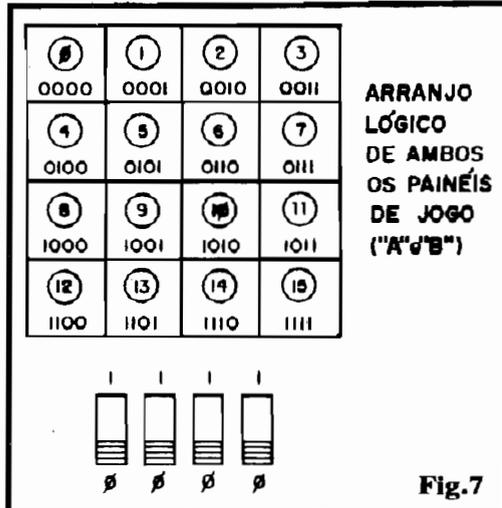
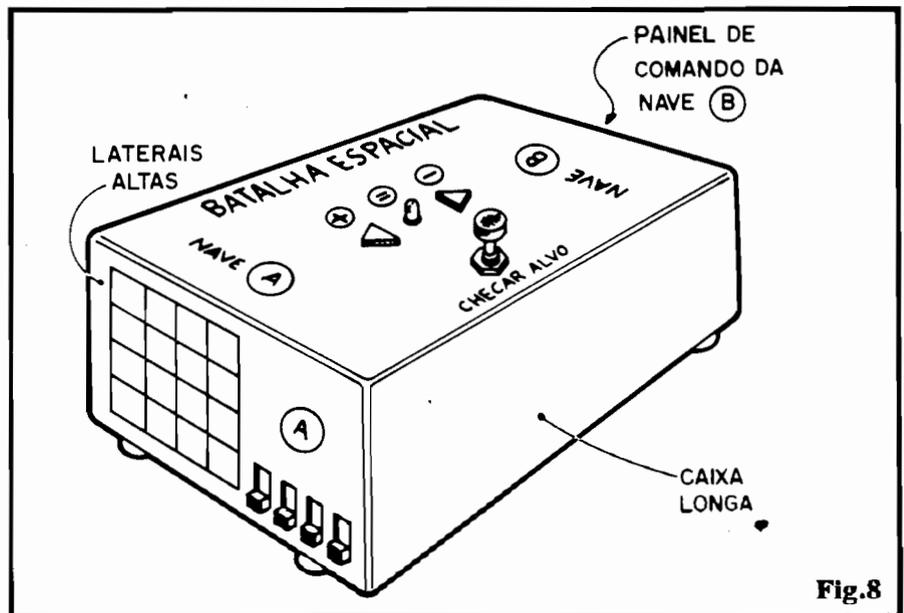
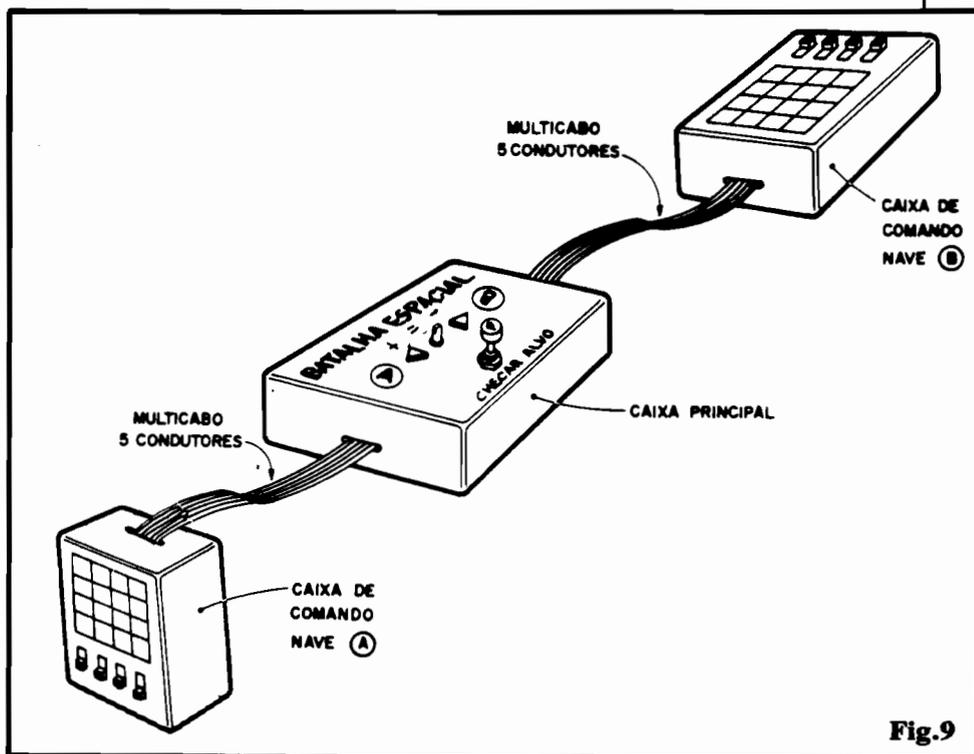
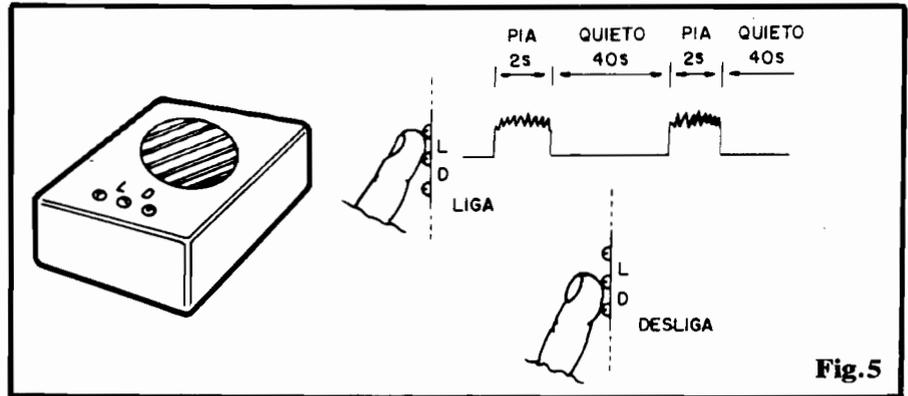

Fig.7
Fig.8
Fig.9
Fig. 5
- - Caixa (ou caixas...) para abrigar a montagem (ver sugestões e soluções mostradas nas figs. 8 e 9...).
- - Multicabo (5 condutores), necessário para algumas das opções de lay out final da montagem (ver fig. 9)
devem ser estabelecidos um padrão de 16 quadrantes, conforme ilustra a fig. 7, numerados (em decimal e em binário) de zero a 15. Logo abaixo do dito painel podem ficar os quatro interruptores correspondentes, com suas duas posições nitidamente codificadas com "0" e "1", de modo que seja fácil ao jogador referenciar a "criação" (através do posicionamento dos interruptores) do número binário correspondente ao quadrante escolhido (tanto para "esconder" a nave, quanto para "atingir com um disparo"...). É interessante notar que, após jogar algumas dezenas de partidas, o Leitor/Hobbysta já terá, intuitivamente, "decorado", a própria notação binária, o que lhe facilitará muito, no futuro, se resolver, "enveredar" pelos caminhos da Eletrônica Digital, Computação, etc., a nível de *soft ware*.
- FIG. 8 - SUGESTÃO SIMPLES PARA ACABAMENTO DO JOGO - A disposição mais elementar para a BATALHA ESPACIAL é a mostrada na ilustração: numa caixa retangular de convenientes dimensões, as duas laterais menores devem ser destinadas à aplicação dos painéis de jogo (ver fig. 7) e dos conjuntos de interruptores correspondentes aos dois jogadores ("A" e "B"). No painel principal (face superior da caixa) podem ficar tanto o **push-button** de "CHECAR ALVO" quanto o conjunto de três LEDs indicadores da comparação de magnitude. Notem que **tudo** deve ser convenientemente demarcado, com caracteres adesivos ou transferíveis (painéis, interruptores, LEDs indicadores, etc.) de modo a promover claras identificações
- **FIG. 9 - VERSÃO MAIS SOFISTICADA PARA O ACABAMENTO** - Sempre tem os Hobbystas mais "caprichosos", que gostam de dar um "ar" profissional às suas montagens... Para esses, damos a sugestão da fig. 9, com os painéis de jogo destacados e individualizados, interligados à caixa "mãe" através de multicabos de 5 condutores (basta uma "olhada" mais atenta ao "chapeado" da fig. 5 para entender o **porquê** dos 5 condutores...). Nessa configuração, os painéis/interruptores individuais poderão ser acondicionados em caixinhas bem "maneiras" e elegantes, que ficam na mão do jogador... Circuito, pilhas, LEDs e **push-button** de "CHECAR ALVO", ficam na caixa principal (a disposição básica seria a mesma da fig. 8). Quem quiser "avançar" ainda mais na concepção prática do **lay out** do jogo, poderá até dotar os multicabos de conetores múltiplos, de modo que, ao guardar o conjunto, as "caixas de comando" da nave "A" e "B" possam ser completamente desligadas da "central", compactando o conjunto... Tais detalhes e sofisticacões, contudo, ficam por conta da habilidade, criatividade e gosto de cada Leitor...
- FIG. 5 - SUGESTÃO PARA ACABAMENTO - OUTROS DETALHES SOBRE O ACIONAMENTO - No seu primeiro item, a figura mostra nossa sugestão para o "encaixamento" do PIAU: nada mais do que um pequeno container plástico, evidenciando os furos para a saída do som do alto-falante e os três contatos de acionamento, claramente